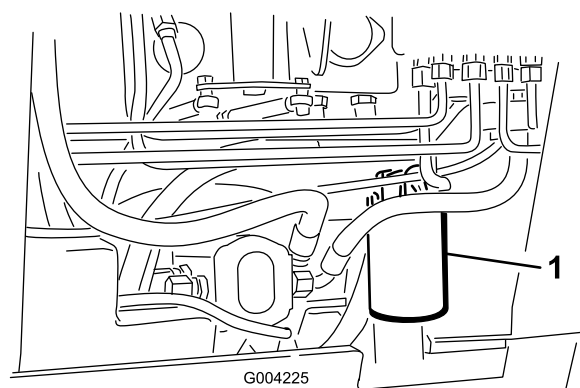

Figure 61
4. Placez un bac de vidange sous le filtre (Figure 61).
5. Enlevez le filtre à huile usagé (Figure 61) et essuyez la surface du joint de l'adaptateur.
7. Montez le filtre de rechange sur l'adaptateur (Figure 61). Tournez le filtre dans le sens horaire jusqu'à ce que le joint rejoigne l'adaptateur, puis serrez-le encore de  $\frac{3}{4}$  tour.